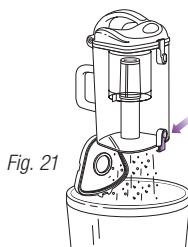

Fig. 21
- 2 Sostenga el recipiente de la tierra sobre un cesto de basura y presione el botón para abrir la tapa de abajo. **(Fig. 21)** Golpéelo suavemente para vaciar su contenido. Cierre nuevamente la tapa hasta que se trabé.